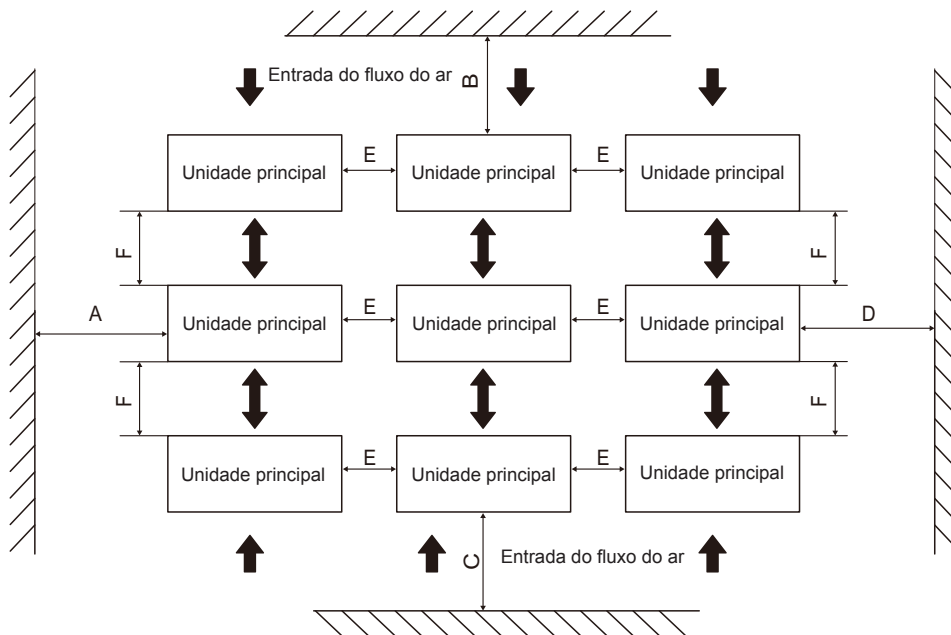

Fig. 6-5 Instalação de várias unidades
4) É apresentado um desenho de base em betão típico na Fig. 6-5. Uma especificação típica de betão é de 1 parte de betão para 2 partes de areia e 4 partes de brita com barra de reforço de aço. As arestas da base deverão ser chanfradas.